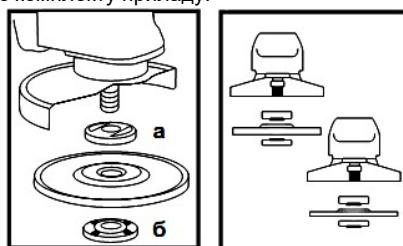

Рисунок 2
4.3 Встановіть на виріб шліфувальний або відрізний круг. Для цього натисніть на кнопку фіксації шпинделя (1) і проверніть його до такого положення, при якому він зафіксується. За допомогою вилочного ключа з комплекту виробу відверніть і зніміть затисну гайку (б) (дивіться рисунок 2). Встановіть шліфувальний диск на посадкове місце фланцевої шайби (а) (рисунок 2), наживіть рукою затисну гайку на шпиндель і затягніть її ключем з комплекту приладу.